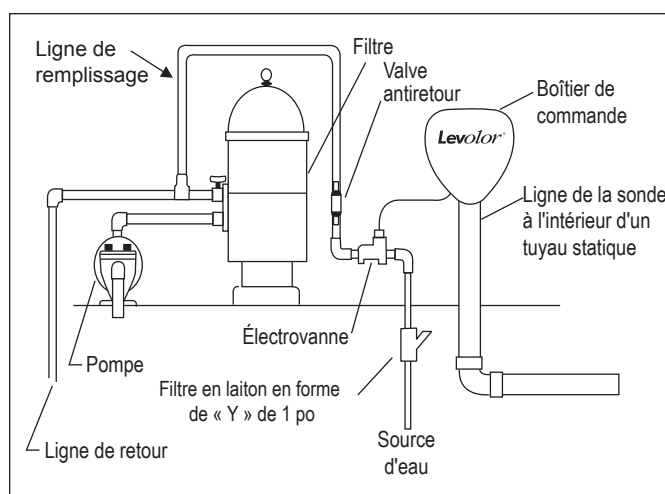

Figure 2. Installation LX2
- Fixez le boîtier de commande dans le tuyau statique où la sonde est installée. Voir la Figure 2.